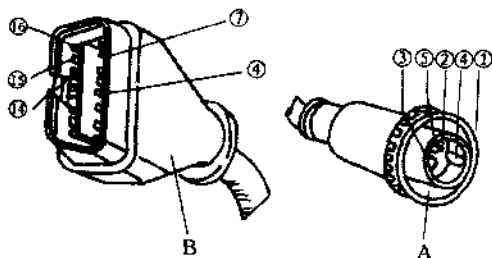

图 2.32 诊断连线 V.A.G1551/3
(2) 诊断连线 V.A.G1551/3。采用 16PIN 诊断座的大众车系均采用诊断连线 V.A.G1551/3 与故障诊断仪相连。16PIN 诊断座如图 2.32 所示。